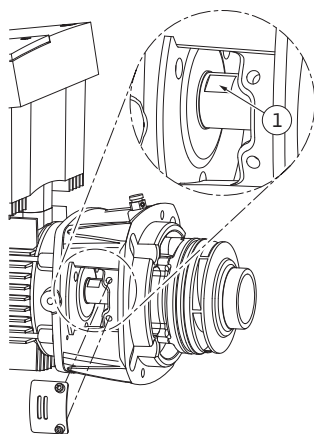

Fig. 54: Площини гайкового ключа на валу
15. Розсувний гайковий ключ (оптимальний розмір 22 мм) завести у віконце ліхтаря і сперти вал на поверхню ключа (Fig. 54, п. 1). Викрутити гайку робочого колеса (Fig. 7, п. 15). Робоче колесо (Fig. 7, п. 16) автоматично витягається разом з валом.
24. Монтуючи робоче колесо, розсувний гайковий ключ (оптимальний розмір 22 мм) завести у віконце ліхтаря і сперти вал на поверхню ключа (Fig. 54, п. 1).